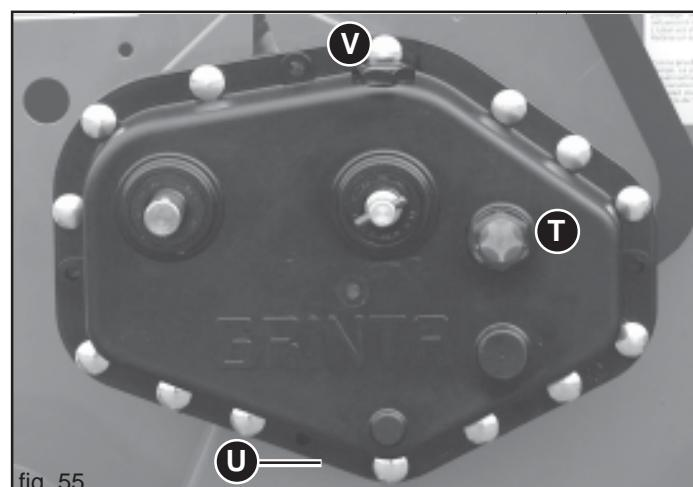

fig. 55
- Den Ölstand im Getriebegehäuse überprüfen und gegebenenfalls bis zum Stand auffüllen (T, Abb. 55). Es wird empfohlen, den gleichen Öltyp (ACER 22) zum Auffullen zu verwenden.
- Ölblaufstutzen (U Abb. 55);
- Öleinfullstutzen (V Abb. 55).